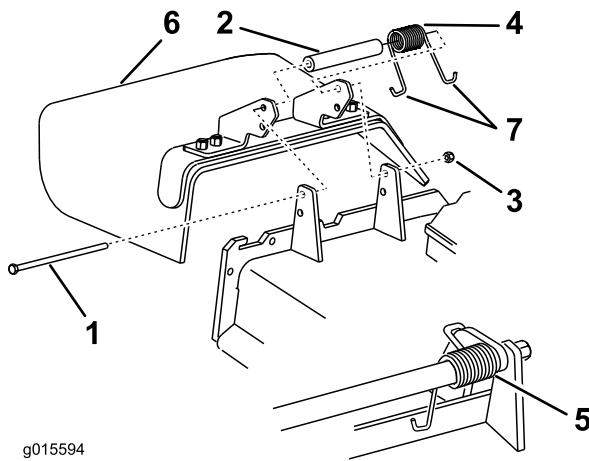

Figura 97
1. Retire la contratuerca, el perno, el muelle y el espaciador que sujetan el deflector a los soportes de pivote (Figura 97). Retire el deflector de hierba dañado o desgastado.
**Nota:** Asegúrese de colocar un extremo en **J** del muelle detrás del reborde de la carcasa antes de instalar el perno, según se muestra en Figura 97.
3. Instale el perno y la tuerca. Coloque un extremo en **J** del muelle alrededor del deflector de hierba (Figura 97).